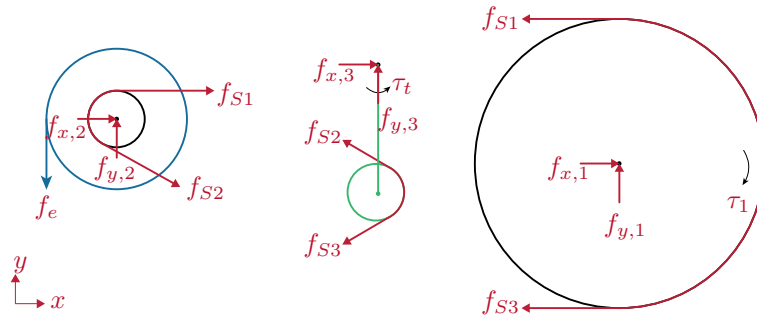

Abbildung 2: Freischnitt Bsp. 1.
a) Schnittskizze: siehe Abbildung 2